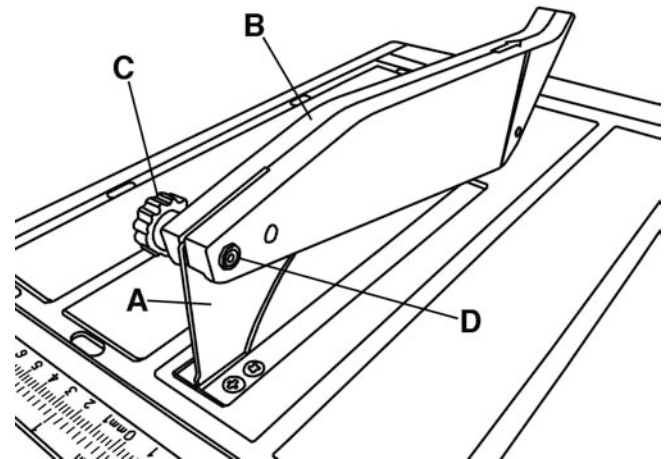

FIGURE 4
- 1) Installez le protège-lame (B) Fig.4 au support ajustable (A) en utilisant le bouton de verrouillage (C) et l'écrou hexagonal avec nylon (D) tel qu'illustré à la Fig.4. Pour des raisons de sécurité, gardez toujours le protège-lame dans sa position basse pendant l'utilisation.